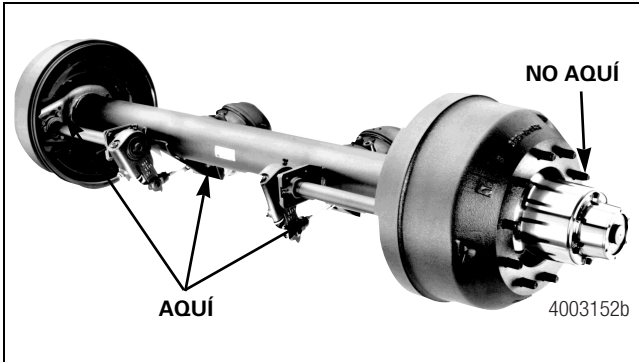

Figura 7.4
- El equipo de soldadura debe conectarse a tierra al eje a través de una conexión de cable limpia y firme. La conexión debe ubicarse en una de las piezas soldadas al eje como, por ejemplo, el soporte del eje de levas, el soporte de la cámara de aire o la araña de freno. No debe ubicarse dicha conexión en un resorte de suspensión, un perno en "U" o un punto que coloque un cojinete de rueda entre la conexión de tierra y el área de soldadura. Figura 7.4.